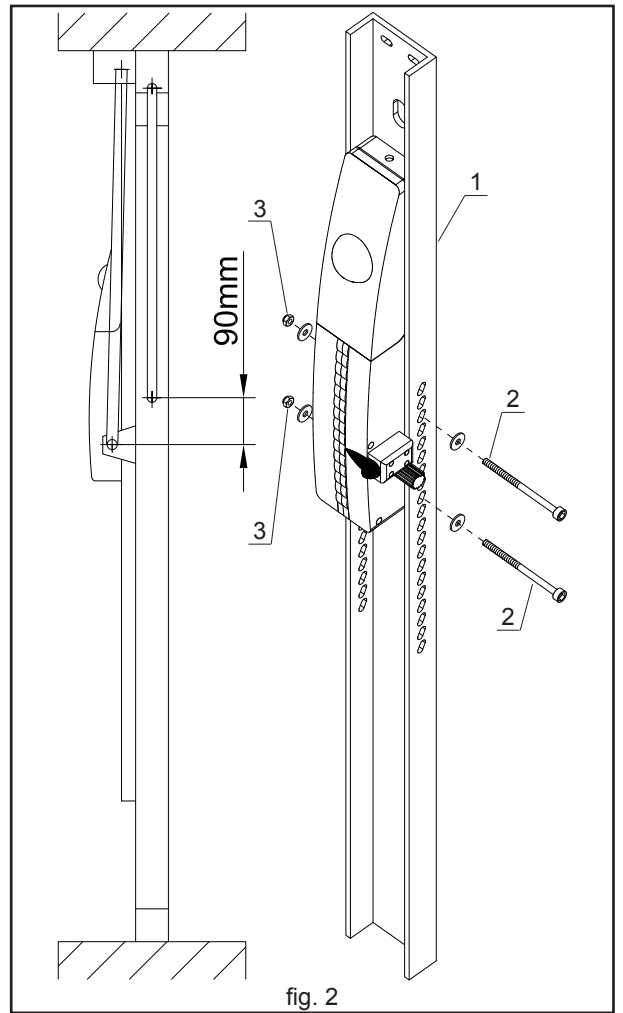

fig. 2
2. Sistemare il longherone (1 fig. 2) al centro del telo della basculante leggermente a destra o a sinistra della maniglia;
4. determinare la posizione di fissaggio del motoriduttore in base alle quote di fig. 2;
5. infilare le viti prigioniero (2 fig. 2) e stringere forte i dadi (3 fig. 2);
2. Place the longitudinal beam (1 fig. 2) at the centre of the up-and-over door panel, slightly to the right or left of the handle;
4. determine the fixing position of the gearmotor according to the distances shown in fig. 2;
5. insert the stud bolts (2 fig. 2) and tighten the nuts securely (3 fig. 2);
2. Den Längsträger (1 Abb. 2) in der Mitte des Kipptorblatts leicht rechts oder links vom Griff anbringen;
4. Die Befestigungsposition des Antriebs aufgrund der Maße der Abb. 2 bestimmen;
5. Die Stiftschrauben einsetzen (2 Abb. 2) und die Muttern gut anziehen (3 Abb. 2);
2. placer le longeron (1 fig. 2) au centre du tablier de la porte basculante légèrement à droite ou à gauche de la poignée ;
4. déterminer la position de fixation de l'opérateur suivant les mesures indiquées fig. 2 ;
5. introduire les boulons prisonniers (2 fig. 2) et serrer à fond les écrous (3 fig. 2) ;
2. Coloque el larguero (1 fig. 2) en el centro del panel de la puerta basculante, ligeramente a la derecha o izquierda de la manija;
4. determine la posición de fijación del motorreductor en función de las medidas de la fig. 2;
5. introduzca los tornillos prisioneros (2 fig. 2) y apriete con fuerza las tuercas (3 fig. 2);